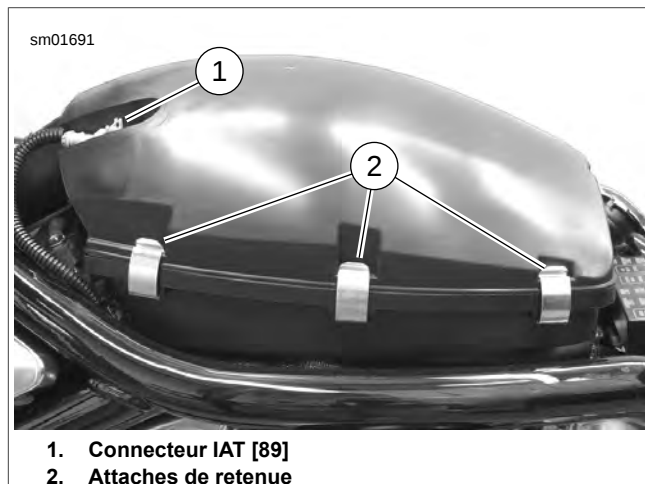

Figure 1-9. Dessus du filtre à air
4. Voir Figure 1-9. Retirer le connecteur IAT (1) en poussant vers le bas sur l'anse pour le déverrouiller. Le dessus de la boîte à air est maintenu en place par huit attaches (2), trois de chaque côté, une à l'arrière et une à l'avant, au-dessous de la buse du filtre. Déconnecter les attaches et déposer le dessus de la boîte à air.
13. Voir Figure 1-9. Attacher le connecteur IAT.